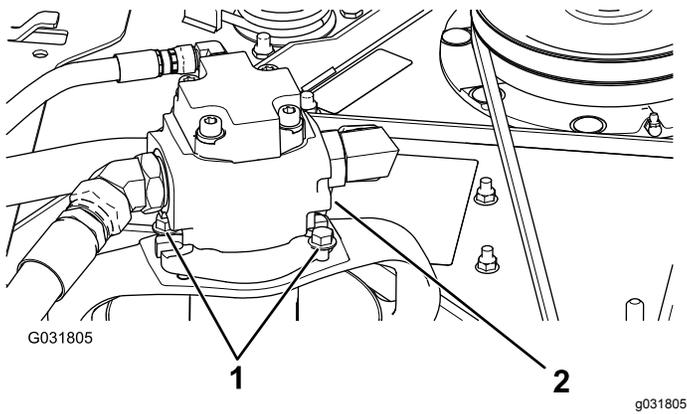

Bild 128
3. Entfernen Sie die Schrauben, mit denen der Hydraulikmotor am Mähwerk befestigt ist (**Bild 128**).